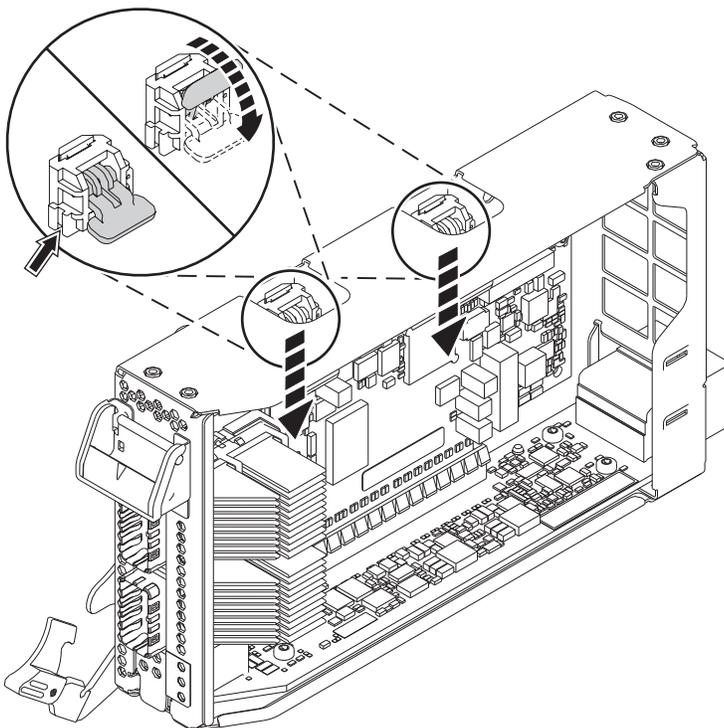

Abbildung 31. Kassettenverriegelungen einrasten lassen
- d. Drehen Sie die Kassettenverriegelungen an der Oberkante der Kassette, damit der Adapter einrastet. Siehe Abb. 31.